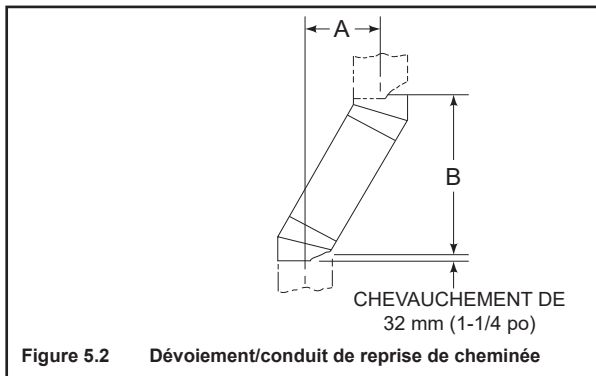

Figure 5.2 Dévoiement/conduit de reprise de cheminée
- Mesurez l'écart nécessaire pour éviter l'obstruction suspendue. Reportez-vous à la dimension A, à la figure 5.2.
Votre dimension « A » de la figure 5.2 est de 368 mm (14-1/2 po). À l'aide du tableau 5.3, la dimension la plus proche, mais pas inférieure à 368 mm (14-1/2 po) est 368 mm (14-1/2 po) en utilisant un dévoiement/conduit de reprise de 30°.